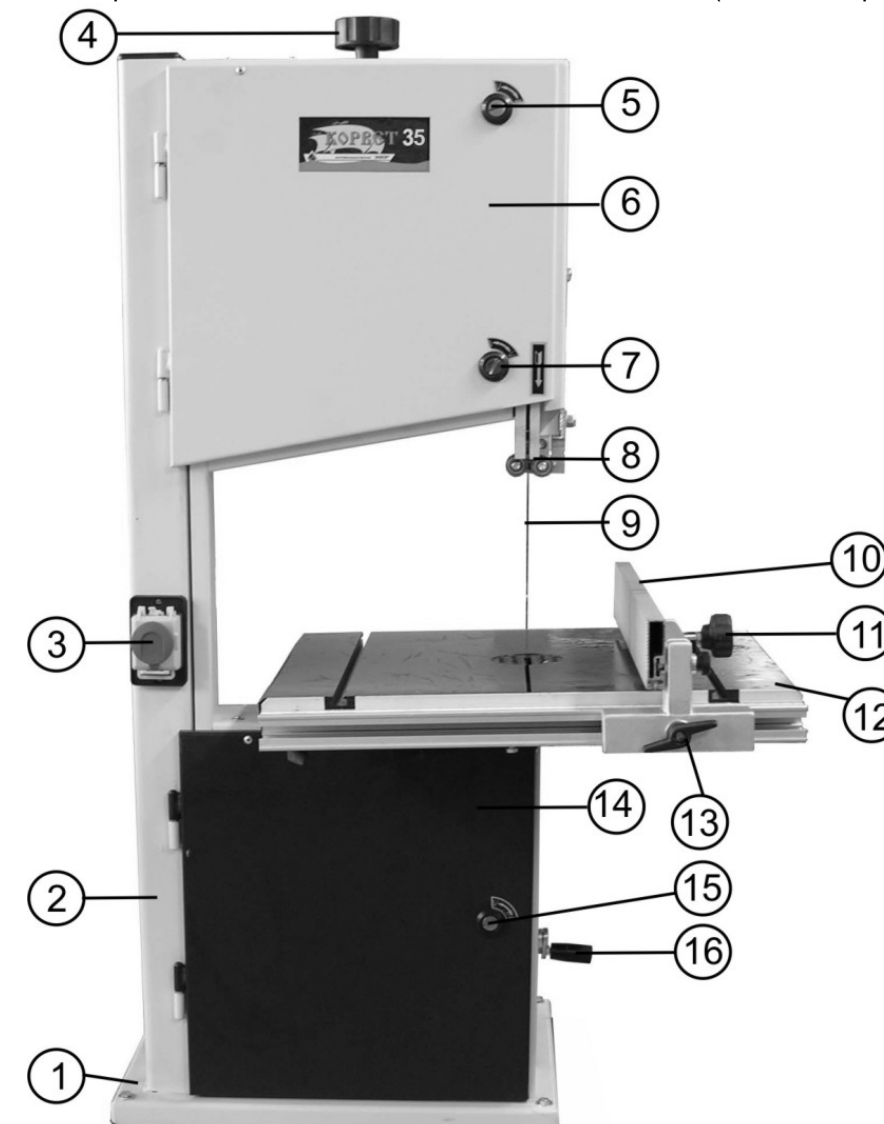
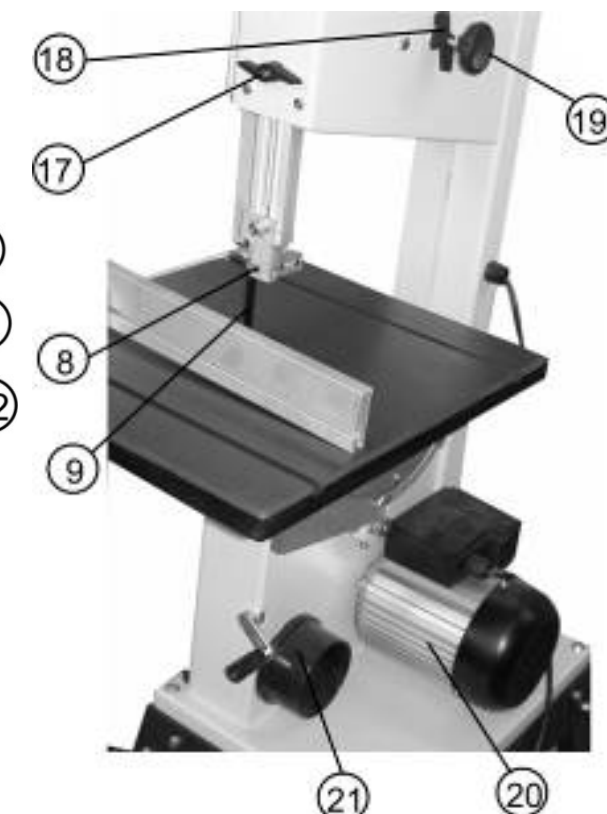

Рис. 2
Рис. 3
8.1.2. При установке пилы на верстаке (для обеспечения устойчивости) пила должна быть надежно прикреплена к верстаку через специальные отверстия в нижней части основания (1), Рис.2. Для этой цели необходимо установить болтовые соединения. Обязательно используйте при креплении плоскую и пружинную шайбы на каждый болт (не комплектуется).
- Переносите пилу при помощи подъемных механизмов и приспособлений, учитывая массу пилы (см. Табл.1) и только за основание (1), Рис.2.
- 12.1.1. Перед включением убедитесь в том, что патрубок пылесборника (21) пилы, Рис. 2, Рис. 3, подсоединён к устройству для сбора стружки и древесной пыли (см. Приложение А).
- 12.1.2. Поместите заготовку на рабочий стол (12). Проверьте плавность движения и равномерность прилегания заготовки к подвижному упору (10) и рабочему столу (12), Рис. 2.
- 12.3.4. Подачу заготовки осуществляйте двумя руками, не допуская опасной близости их к движущейся пильной ленте (9), с равномерной скоростью, без толчков, постоянно контролируя прижим заготовки как к рабочему столу (12), так и к подвижному упору (10). Продольное усилие подачи не должно перегружать пилу, не должно смещать пильную ленту (9) от траектории движения. Любая остановка заготовки может образовать неровность или ступень на срезе заготовки, Рис. 2.
- 12.3.6. При выполнении прямолинейных продольных или поперечных пиления заготовка обязательно должна плотно лежать на рабочем столе (12) и, кроме того, опираться на подвижный упор (10). Позиция подвижного упора (10) определяется заданным размером детали. Подвижный упор (10) должен быть точно выставлен и жестко зафиксирован, Рис. 2.
10.3. Установка маховика натяжения пильной ленты (Рис. 2)
10.3.1. Маховик (4), входящий в комплектность пилы, Рис. 1, установите, как показано на Рис. 2.
10.4. Установка ручки маховика натяжения ремня (Рис. 2)
10.4.1. Ручку (Ж), Рис. 1, установите в маховик (16), как показано на Рис. 2.
- 11.1.1. В связи с выполнением ряда работ, возникает периодическая необходимость установки рабочего стола (12) под прямым углом к пильной ленте (9), Рис. 2. На данной пиле предусмотрено такое фиксированное положение.
- 11.3.3. Поверните маховики замков (5, 7, 15) против часовой стрелки, откройте верхний и нижний кожухи (6 и 14), Рис. 2.